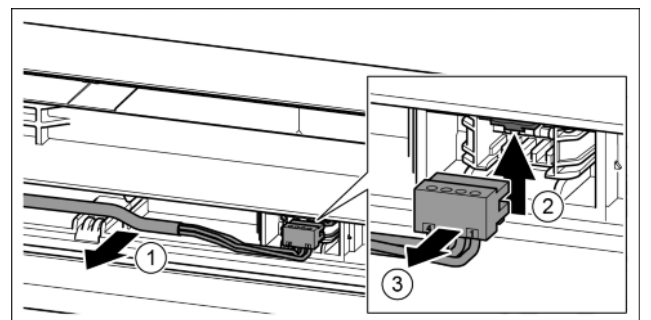

Fig. 20
- ▶ Graues Kabel vorsichtig aus der Führung in der Tür lösen. *Fig. 20 (1)*
- ▶ Lasche nach oben drücken. *Fig. 20 (2)*
- ▶ Stecker vorsichtig herausziehen. *Fig. 20 (3)*